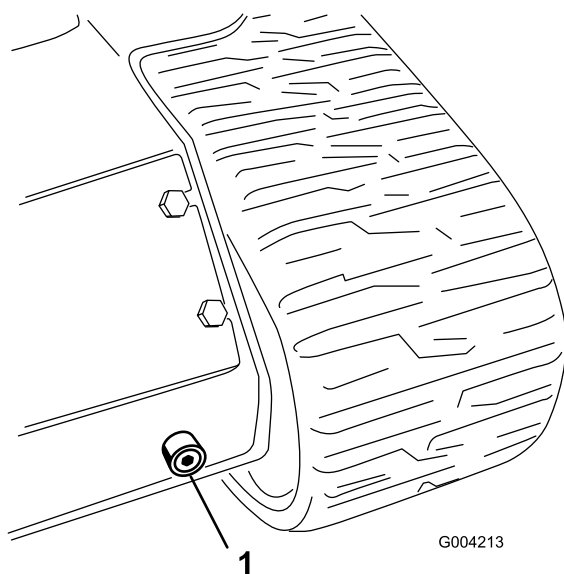

Figura 57
6. Coloque un recipiente grande (con capacidad para 57 litros [15 galones US]) debajo del tapón de vaciado situado en la parte delantera de la unidad de tracción (Figura 57).
7. Retire el tapón de vaciado y deje fluir el aceite al recipiente (Figura 57).